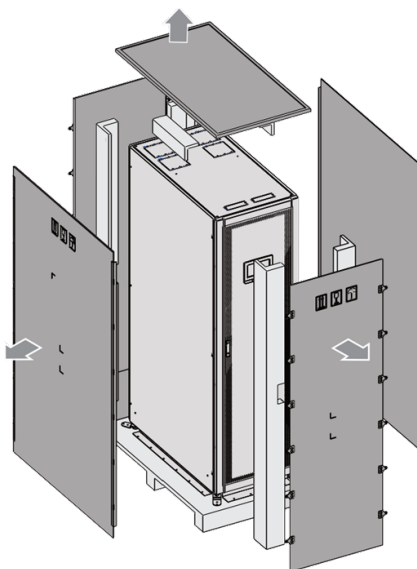

Рис. 4-1. Распаковка шкафа ИБП
2. С помощью молотка удалите металлические соединительные элементы панелей деревянного ящика, снимите деревянный ящик, извлеките прокладочные материалы и влагонепроницаемый пакет (см. Рис. 4-1).